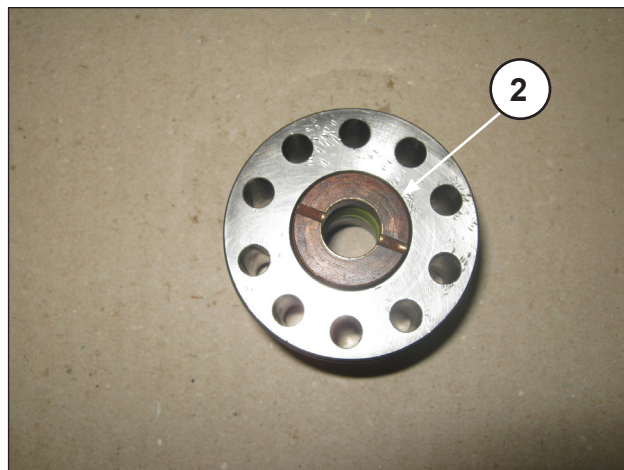
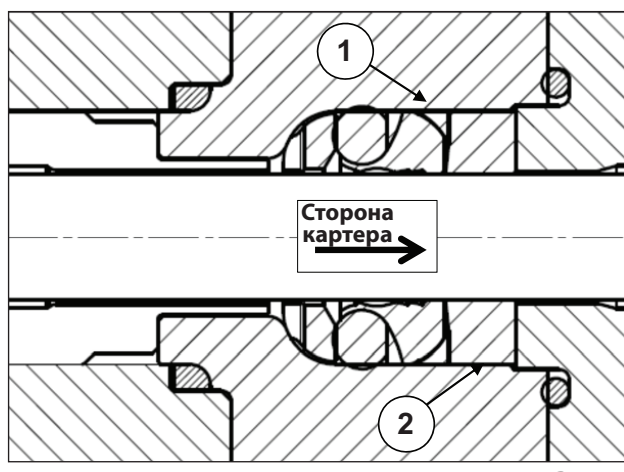
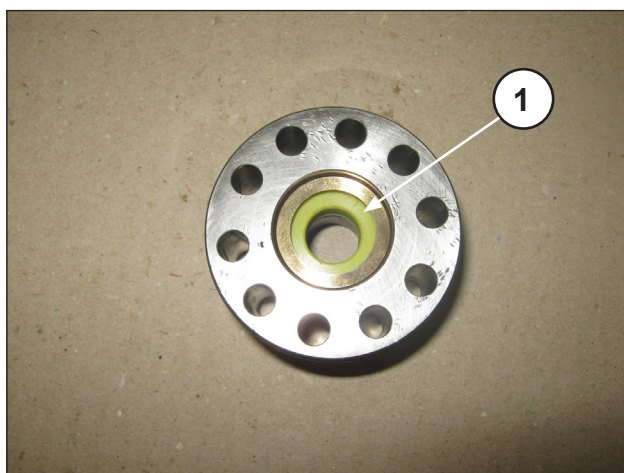

Рис. 46
Рис. 47
Рис. 45
- При смазывании внутреннего диаметра нужно следить за тем, чтобы смазка заполнила все зазоры между уплотнительными кромками, как показано на Рис. 45.
- Установите упорное кольцо ① и втулку уплотнений ②, как на Рис. 45, Рис. 46, Рис. 47.
При введении втулки уплотнений ③ в опору она должна быть повернута отводами наружу (в сторону картера), как показано на Рис. 46 и Рис. 47.